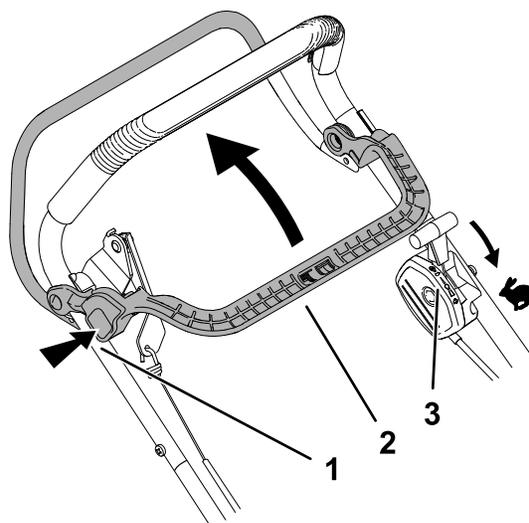

Figura 15
1. Assicuratevi che la leva di comando dell'acceleratore sia in posizione di MASSIMA (Figura 15).
2. Premete il pulsante di fermo BBC e tirate indietro la leva di comando BBC contro la stegola (Figura 15).